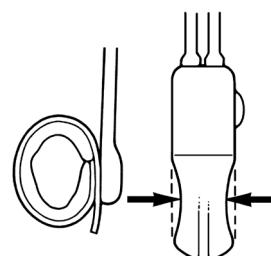

Figura 4-40. Active (reactive) el sistema (salga del estado de desactivación)
5. Pulse el botón de desactivación varias veces para aflojar el dispositivo. (**Figura 4-40**) Después, apriete rápidamente y con fuerza la pera de la bomba.